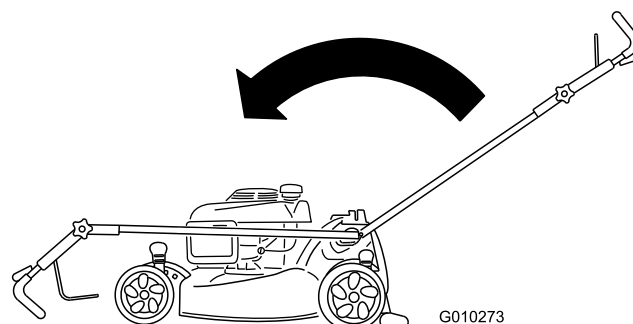

Figure 54
2. Repliez le guidon complètement vers l'avant et desserrez le bouton de la partie supérieure du guidon (Figure 54).